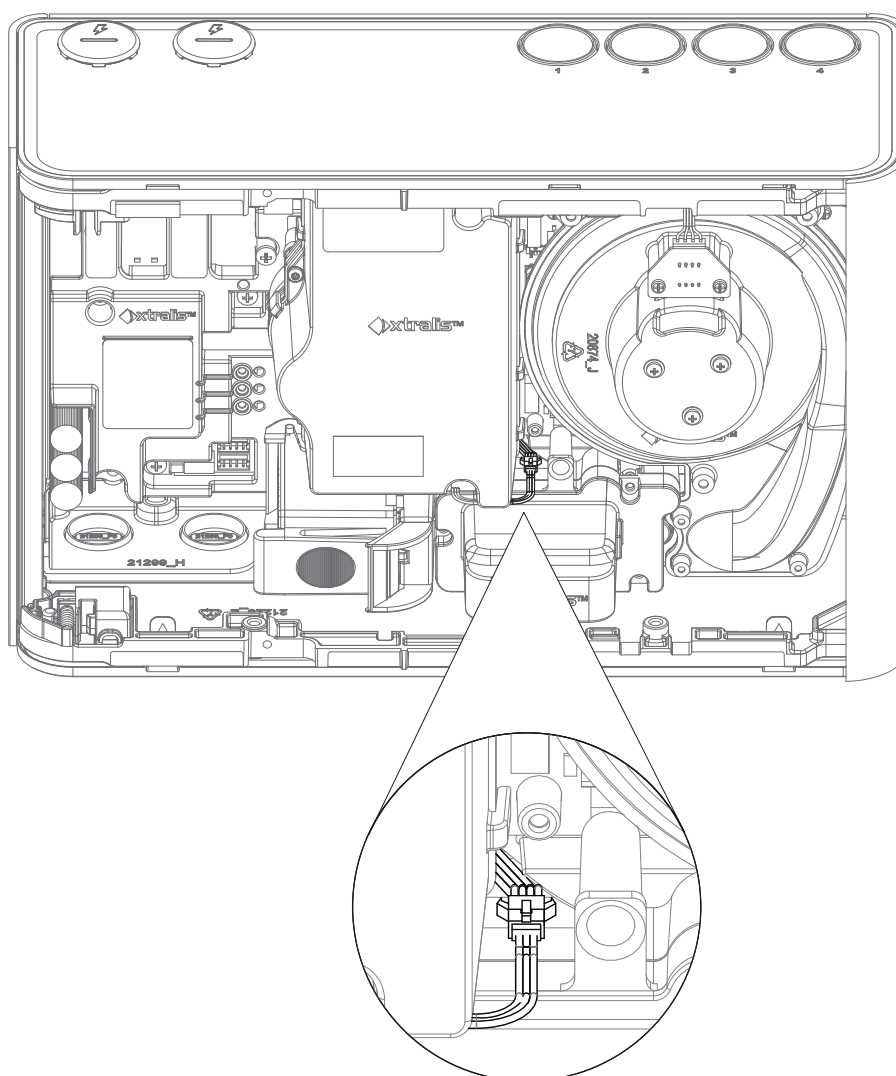

Рис. 7-19: Отключите кабель пробоотборного модуля
3. Отключите кабель пробоотборного модуля (Рис. 7-19).
2. Затяните три винта и вновь подключите кабель пробоотборного модуля (Рис. 7-19).